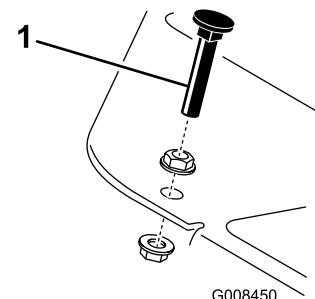

Figura 50
Pise el pedal de tracción. Si el pedal toca el tope (Figura 50) antes de que se note tensión en el cable, es necesario hacer un ajuste:
1. Afloje las contratuerças con arandela prensada que fijan el tope del pedal a la chapa de suelo (Figura 50).